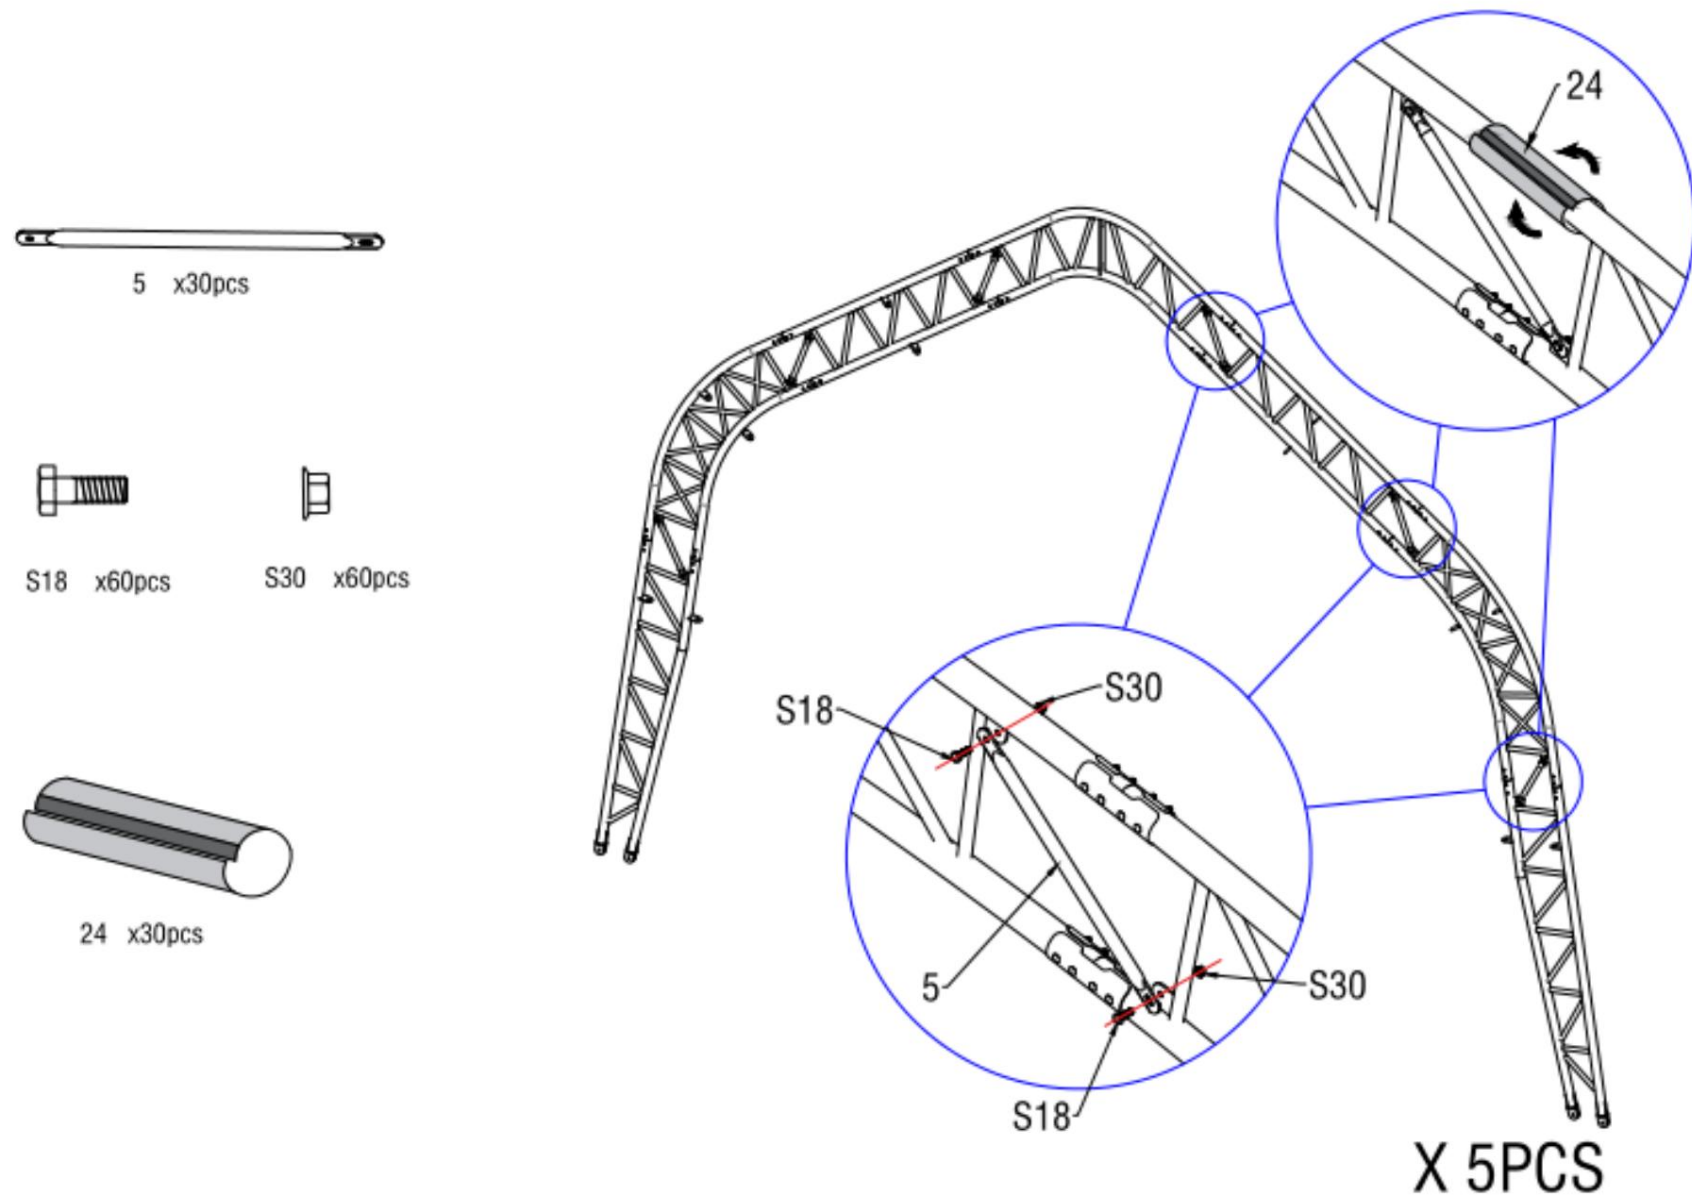

Figure 5
- Comme le montre la figure 5, utilisez la sangle de support entre l'arche (n° 5) pour connecter le tube de toit supérieur (n° 1) avec un boulon hexagonal 10*30 mm (n° 1). S18). Placez ensuite la protection en PVC sur l'extérieur de la jonction de l'arche afin de protéger la couverture du toit des rayures causées par le joint extérieur. Assemblez le reste de l'autre groupe d'arcs à double ferme comme ceci.